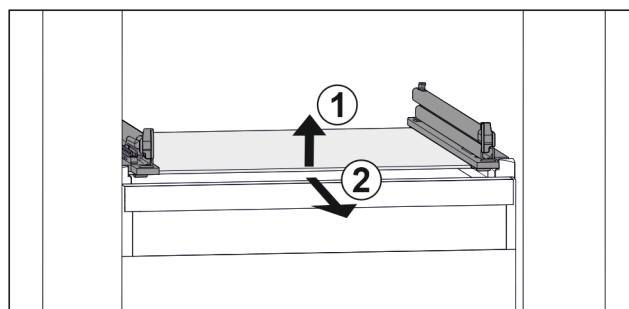

Fig. 128 Exemple de représentation de la tablette en verre
- ▶ Soulever la tablette en verre par l'avant. Fig. 128 (1)
- ▶ Retirer la tablette en verre par l'avant. Fig. 128 (2)